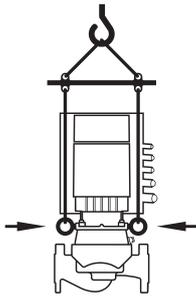

Fig. 8: Trasporto della pompa
- Il trasporto della pompa deve essere eseguito mediante mezzi di sollevamento e movimentazione di carichi omologati (ad es. puleggia, gru ecc.). Fissare alla flangia del motore gli appositi occhioni di trasporto (Fig. 8, qui raffigurato: dispositivo di sollevamento con albero verticale del motore).